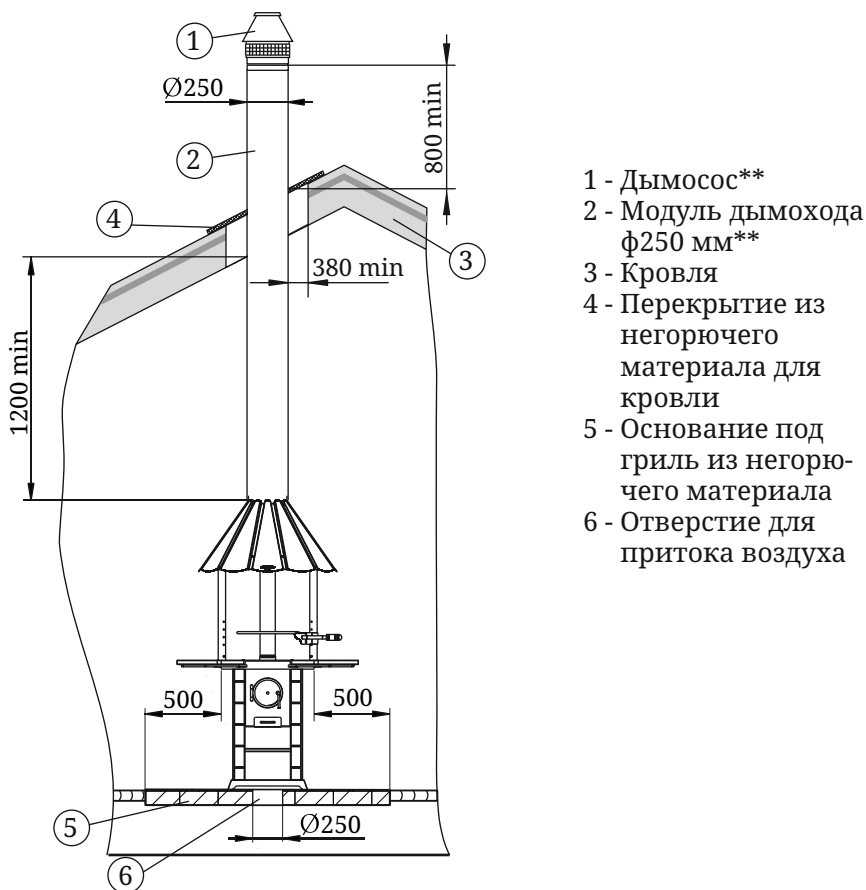

Рисунок 12. Пример монтажа гриля в помещении*
- под грилем необходимо сделать основание из кирпича, бетона, керамической плитки, металлического листа или другого негорючего материала на расстояние минимум 500 мм от границ чаши гриля (см. рисунок 12);